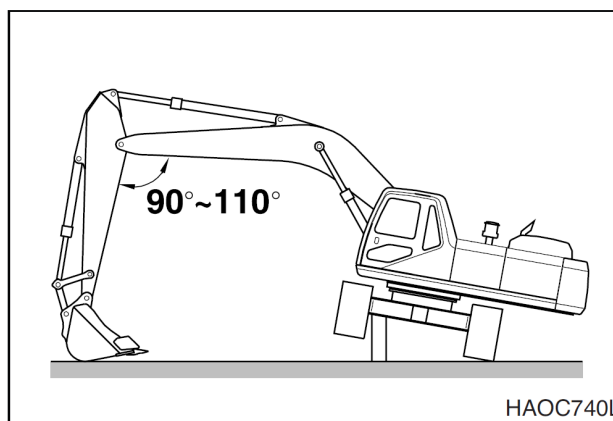

Рис. 100
1. Натяжение гусеничной ленты проверяется путем подъем одной стороны экскаватора. См. рис. 100. Поместить блоки под раму во время проведения измерений.